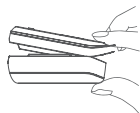

Abbildung 5
- Öffnen Sie das Oximeter wie in Abb. 5 dargestellt.